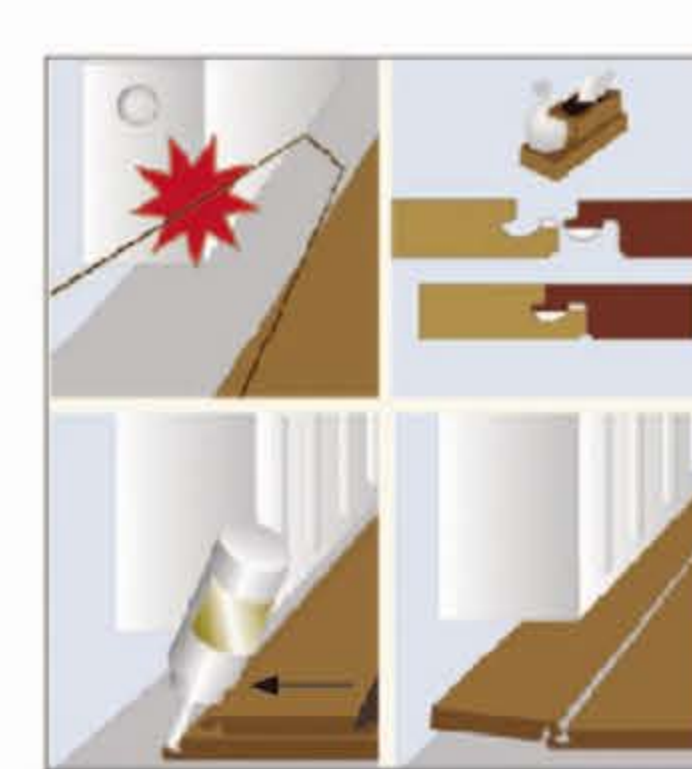

Рисунок 19
20. Иногда в укладке SPC ламината возникает ситуация невозможности установки панели из-за помехи. В этом случае необходимо спилить часть замка и закрепить панель при помощи клея для SPC ламината. (см. рис. 19)